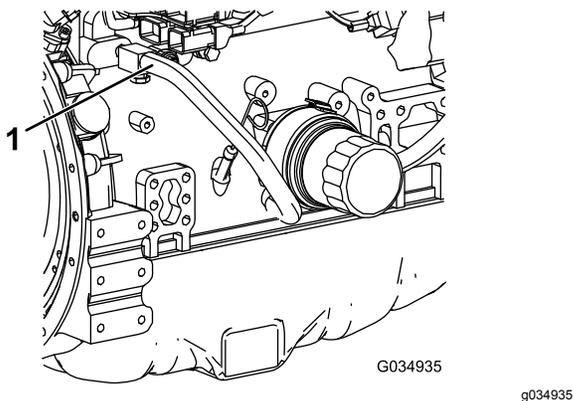

Рисунок 113
7. Отсоедините шланг охлаждающей жидкости от маслоохладителя двигателя (Рисунок 113).